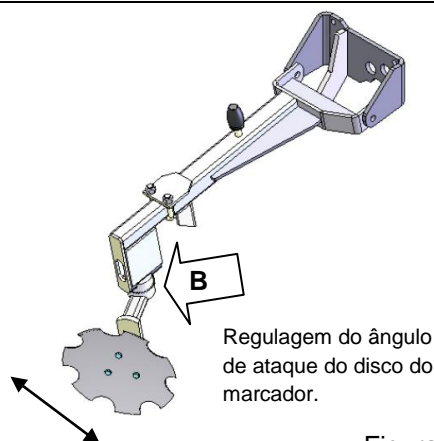

Figura 15
- Para a operação de trabalho, efetue a regulagem do ângulo de ataque do disco recortado, através das castanhas dentadas "B". Após a regulagem fixe o parafuso das castanhas (Figura 15).